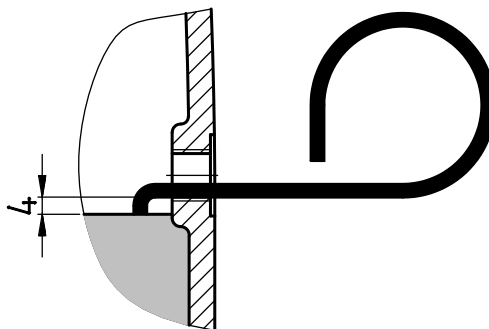

Abbildung 33: Ölstand prüfen mit Ölmesstab
2. Der Ölstand im Getriebe ist mit dem beiliegenden Ölmesstab (Teile-Nr.: 28300500), wie in der Abbildung 33 dargestellt, zu prüfen. Hierbei ist der in das Öl eintauchende Teil des Ölmesstabes senkrecht zu halten. Der maximale Ölstand ist die Unterkante der Ölstandsbohrung. Der minimale Ölstand ist ca. 4 mm unterhalb der Unterkante der Ölstandsbohrung. Der Ölmesstab taucht dann gerade noch in das Öl ein.